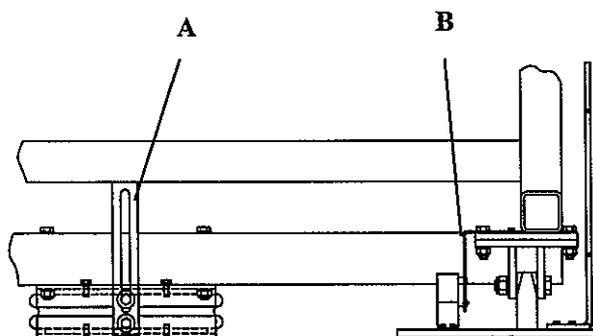
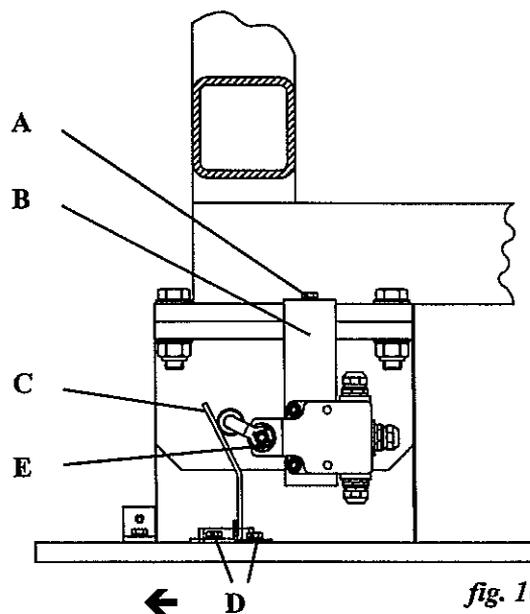

fig. 9
fig. 10
-Deslizar los dos conjuntos de vigas y actuadores debajo de la máquina. Para lo cual, deberán desmontarse los limitadores de carrera de los dos actuadores (*fig. 9/A*). Antes del desmontaje,
-Placer les deux ensembles de traverses et vérins sous la machine. Pour ceci, il faut démonter les limiteurs de course des deux vérins (*fig. 9/A*). Avant d'effectuer le démontage prendre
The position detectors supports (*fig. 10/B*) can be disassembled to prevent them from being damaged during transit. Secure to the supports, *refer to fig. 9 and 10*. Mounting screws (*fig. 10/A*): M.6x15.
a. Loosen actuators (*fig. 10/C*) mounting screws (*fig. 10/D*) of position detectors. The actuators are secured to the bases through slots permitting their movement.
b. Move completely the actuators to the washer's outside until the microswitch disconnection "click" is heard. The lever wheel (*fig. 10/E*) will remain in horizontal position.
c. Move the actuators (*fig. 10/C*) towards the position detectors until the microswitch connection "click" is heard. The position detectors microswitches have a remarkable activation, so that the contacts change of position is easily heard).
The actuator must move the lever wheel from the position detector upwards (*refer to fig. 10*).
Los soportes de los detectores de posición (*fig. 10/B*) se desmontan para evitar que se deterioren durante el transporte. Fijarlos en cada uno de los apoyos, según *figuras 9 y 10*. Tornillos de fijación (*fig. 10/A*): M.6x15.
a. Aflojar los tornillos (*fig. 10/D*) de fijación de los accionadores (*fig. 10/C*) de los detectores de posición. Los accionadores se fijan a las bases a través de unos colisos que permiten su desplazamiento.
b. Desplazar completamente los accionadores hacia el exterior de la lavadora hasta percibir el «clic» de desconexión del microinterruptor. La rueda del vástago (*fig. 10/E*) quedará en posición casi horizontal.
c. Desplazar los accionadores (*fig. 10/C*) hacia los detectores de posición hasta percibir el «clic» de conexión del microinterruptor. (Los microinterruptores de los detectores de posición son de accionamiento brusco, por tanto, el cambio de posición de los contactos es audible).
Les supports des détecteurs de position (*fig. 10/B*) sont démontés pour éviter des dommages durant le transport.
Les fixer à chacun des supports, suivant les *figures 9 et 10*. Vis de fixation (*fig. 10/A*): M.6x15. Réglage des vérins des détecteurs de position.
a. Desserrer les vis (*fig. 10/D*) de fixation des vérins (*fig. 10/C*) des détecteurs de position. Les vérins sont fixés aux bases par des encoches permettant son mouvement.
b. Déplacer complètement les vérins vers l'extérieur de la machine jusqu'à ce que l'on entende le «clic» de déconnexion du microinterrupteur. La roue de la tige (*fig. 10/E*) restera en position presque horizontale.
c. Déplacer les vérins (*fig. 10/C*) vers les détecteurs de position jusqu'à ce que l'on entende le «clic» de connexion du microinterrupteur (Les microinterrupteurs des détecteurs de position ont un déclenchement brusque, pour ceci, le changement de position des contacts est audible). Le vérin doit déplacer la roue de la tige du détecteur de position vers le haut (*consulter fig. 10*).